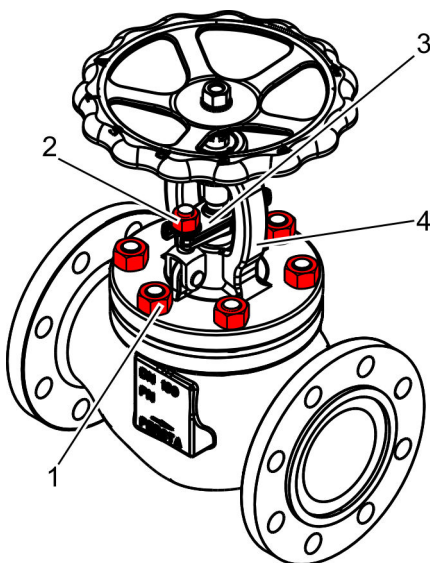

Abb. 35: Muttern aufschrauben
34. ► Muttern (Abb. 35/1) auf die Stiftschrauben im Gehäuse locker aufschrauben.
Muttern (Abb. 35/1) am Bügelaufsatz (Abb. 35/4) über Kreuz gemäß Herstellerangaben festziehen.
Muttern (Abb. 35/2) an der Stopfbuchsbrille (Abb. 35/3) gemäß Herstellerangaben festziehen.